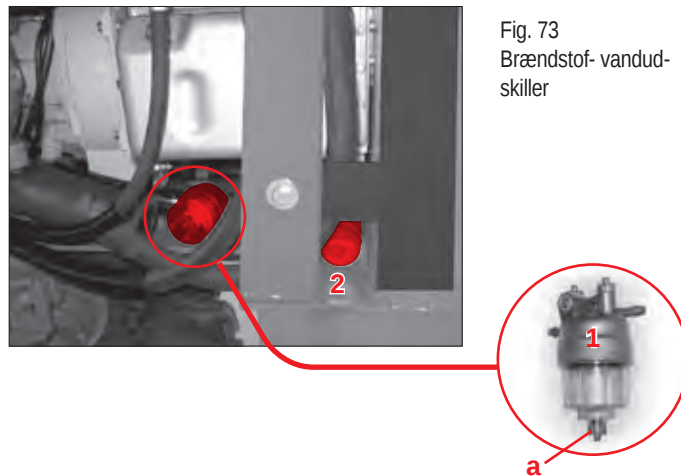

Fig. 73
Vandudskilleren sidder fornedet på dieseltanken i motorrummet pos. 1 (Fig. 73). Der er adgang til den, ved at læserens bundplade åbnes.
1. Stil en opsamlingsbeholder under vandudskilleren Pos. 1 (Fig. 73).
2. Løsn tømningsskruen på skueglasset Pos. a (Fig. 73).
Brændstof-forfilteret Pos. 2 (Fig. 73) kan kun skiftes komplet med huset!
Brændstof-forfilteret sidder forneden på dieseltanken i motorrummet pos. 2 (Fig. 73). Der er adgang til den, ved at læsserens bundplade åbnes.